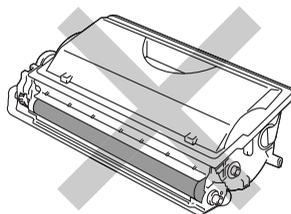

Abbildung 5-7
- Berühren Sie die in Abbildung 5-7 schattiert dargestellten Bereiche keinesfalls!